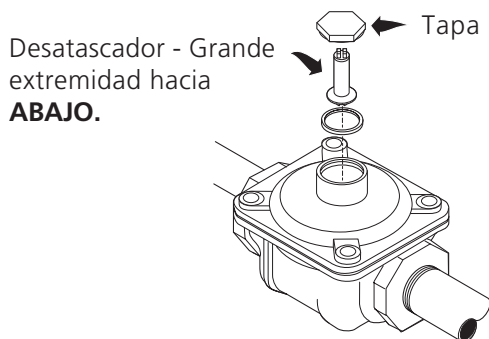

Figura 8
1. Para Convertir el regulador de presión de Gas Natural a LP, proceda de la siguiente manera (vea figura 8)